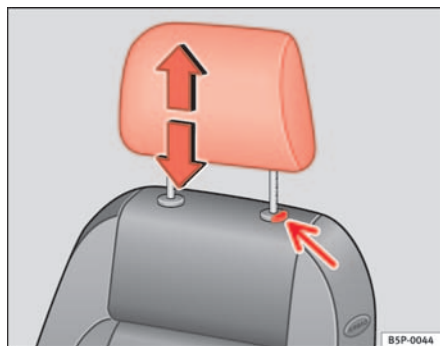

Fig. 92 Ajuste o desmontaje del apoyacabezas
- Pulse la tecla ⇒ fig. 92(flecha).